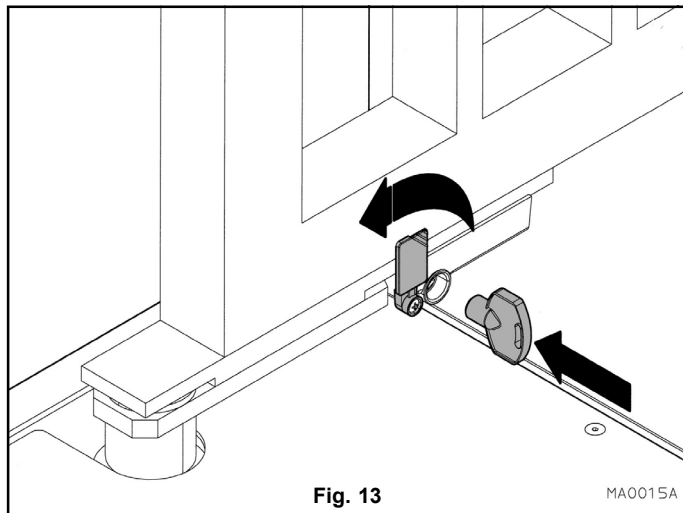

Fig. 13
- Soulever légèrement et tourner vers le haut le bouchon de protection de la poignée de déverrouillage (fig. 13)
- Estire levemente y gire hacia arriba el tapón de protección del perno de desbloqueo (fig. 13).
- Pociągnąć lekko i podnieść do góry zatyczkę zabezpieczającą trzpienia odblokowującego (rys. 13).